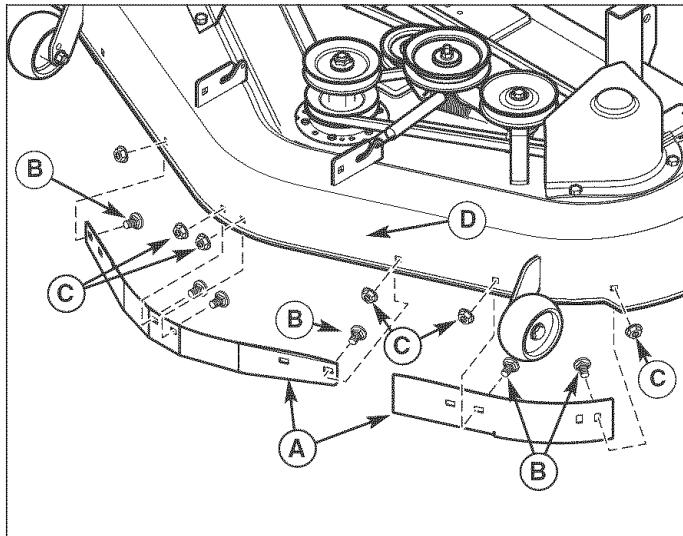

Figura 32. Retire el deflecto y las piezas metálicas
1. Retire y deseche los deflectores (A, Figura 32), los pernos de cabeza de hongo (B) y las tuercas (C) existentes del alojamiento de la plataforma del cortacésped (D).